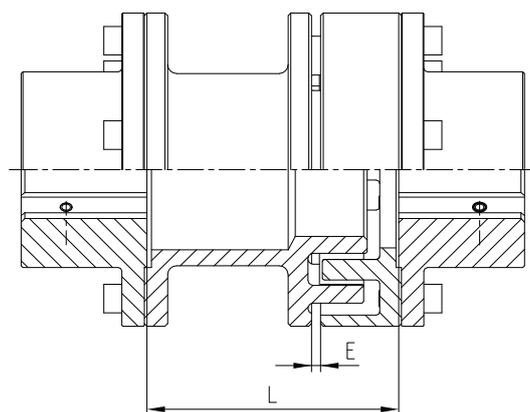

Figura 18: montaggio del giunto
- Inserire le parti assemblate tra le flange del giunto (vedere la figura 18).
- Controllare la quota L o E (vedere la figura 18, tabella 5).